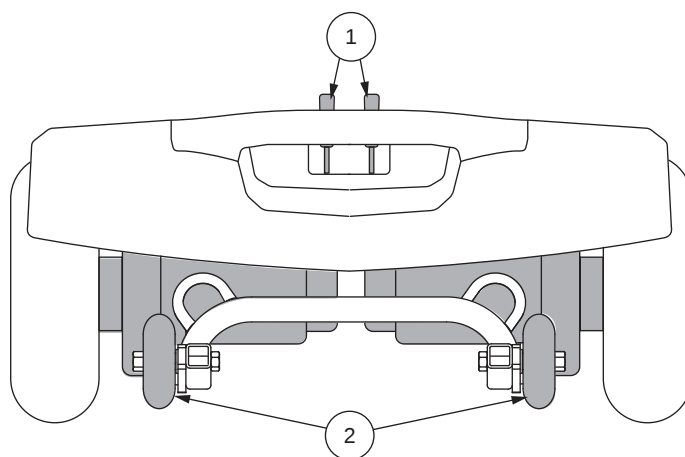

Figura 8. Sezione posteriore - Jazzy ZTS
La miniscooter è dotata di leva di sblocco ruote manuale su ciascun motore. Le leve di sblocco ruote manuale consentono di disattivare il freno del motore per manovrare manualmente la miniscooter. **Vedere figura 8.**
1. Individuare le leve nella parte posteriore della base elettronica. **Vedere figura 8.**